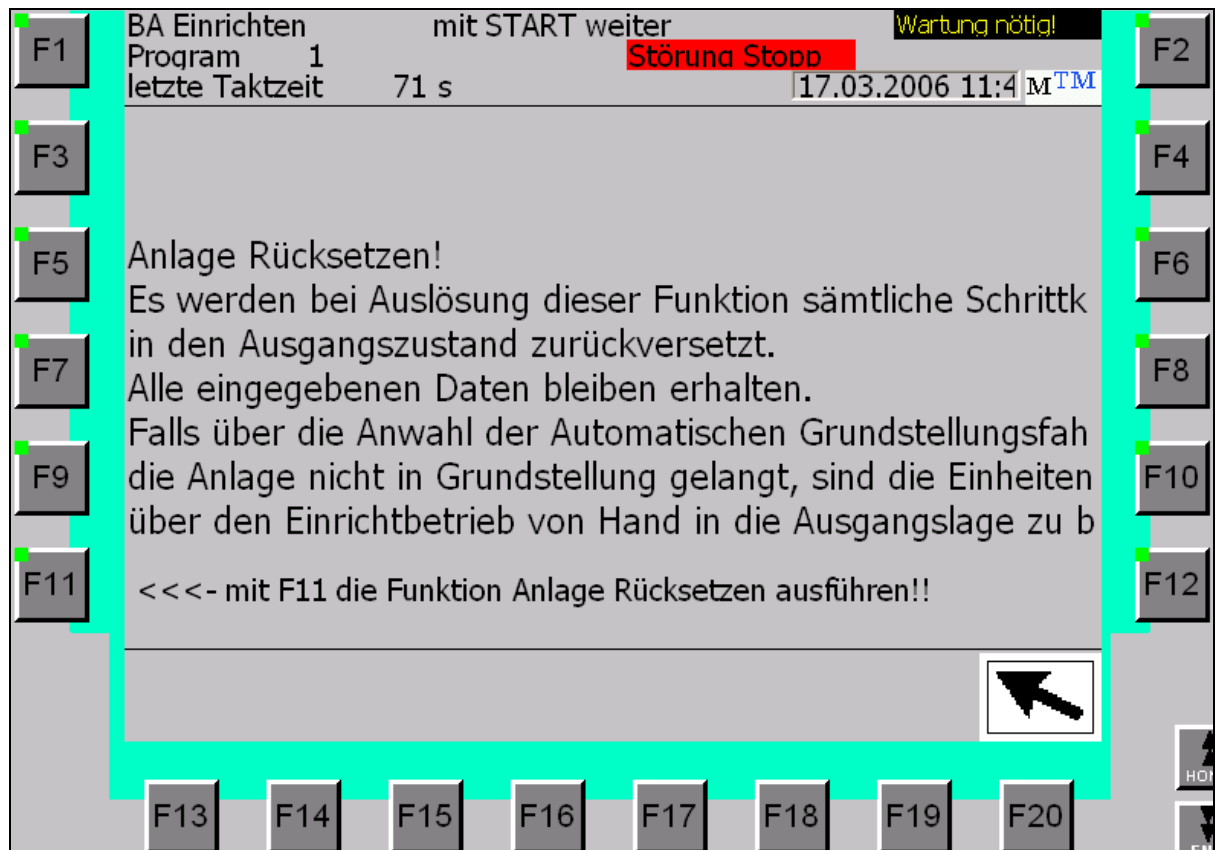

Bild 12.1
- Mit Funktionstaste **F3** in das Bild „Anlage Rücksetzen“ gehen, siehe Bild 12.1